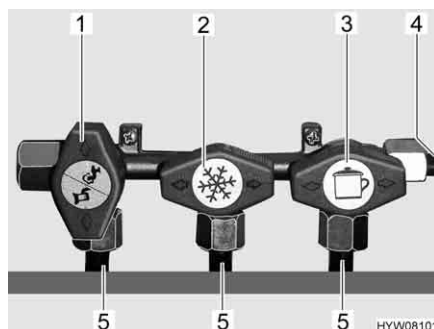

Fig. 121 Simboli dei rubinetti di arresto del gas
Nel veicolo, tutti gli apparecchi del gas sono dotati di un rubinetto di arresto del gas (Fig. 121).
- Posizionare il rubinetto di arresto del gas dell'apparecchio a gas corrispondente parallelamente (Fig. 121,1) alla tubatura (Fig. 121,5) che alimenta l'apparecchio a gas.
- Posizionare il rubinetto di arresto del gas dell'apparecchio a gas corrispondente trasversalmente (Fig. 121,2 e 3) alla tubatura (Fig. 121,5) che alimenta l'apparecchio a gas.